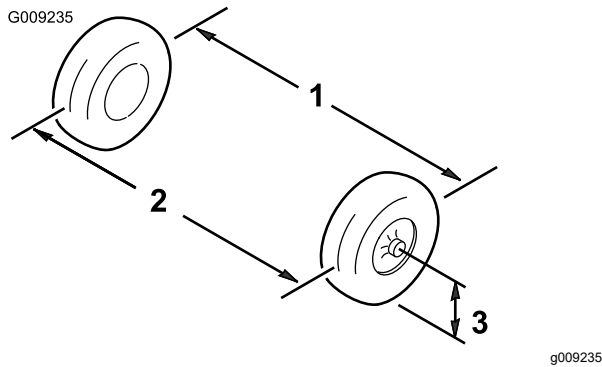

Bild 57
1. Messen Sie den Abstand zwischen beiden Vorderreifen auf Achshöhe (an der Vorder- und Rückseite der Vorderreifen) (Bild 57).